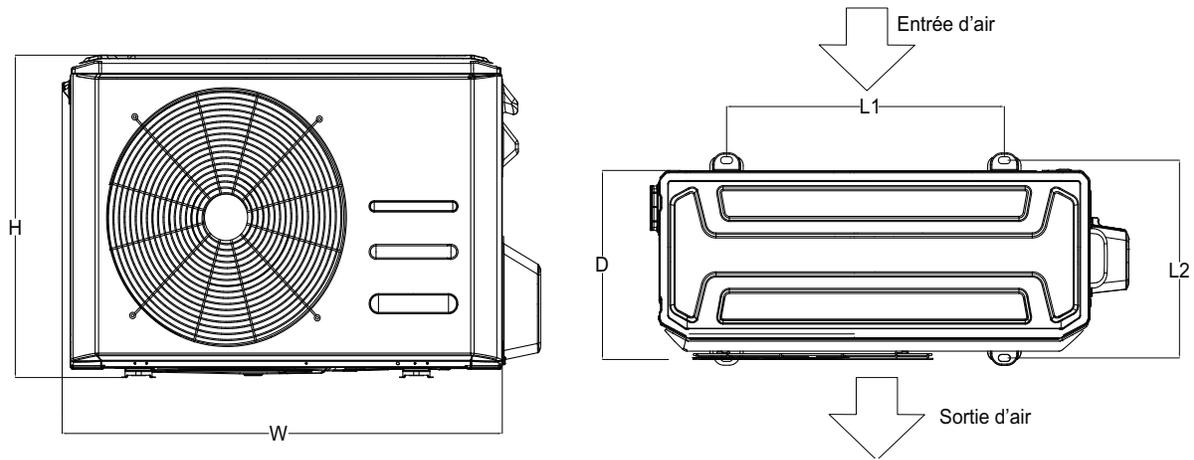

Fig. 3 – Appareil extérieur
2. Utilisez une base rigide pour soutenir l'appareil dans une position de niveau. Si l'appareil doit être fixé à la dalle (codes locaux, conditions ambiantes), boulonnez celui-ci au travers des découpes prévues à cet effet sur son plateau. Consultez le schéma de montage de l'appareil (figure 3) pour déterminer la taille du plateau et l'emplacement des découpes. Pour en savoir davantage sur les dispositifs d'arrimage résistants aux ouragans et la certification PE (Professionnelle ingénieure), communiquez avec votre distributeur. Pour les applications soumises à des conditions extérieures extrêmes, consultez le document « Directive d'application en climat froid, sans conduits ».